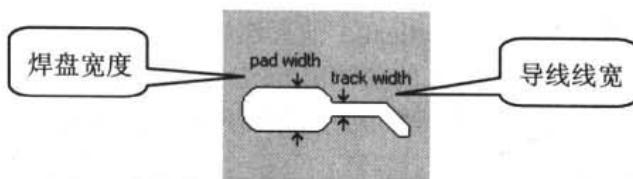
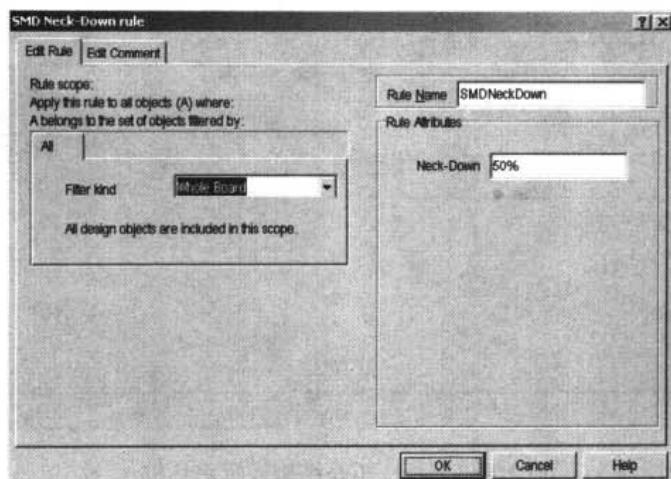

图 10-89 SMD Neck-Down Constraint
图 10-90 SMD Neck-Down rule 设置对话框
- SMD Neck-Down Constraint: SMD 的瓶颈限制。该规则用于设置布线时 track width（导线的线宽）与 pad width（SMD 的焊盘宽度）之比的最大值，如图 10-89 所示。如果导线的宽度太大以至其 SMD Neck-Down Constraint 比值超过设置值，则视为冲突不予布线。该规则的 SMD Neck-Down Rule 设置对话框，如图 10-90 所示。可在 Neck-Down 处，以百分比形式输入设置值。